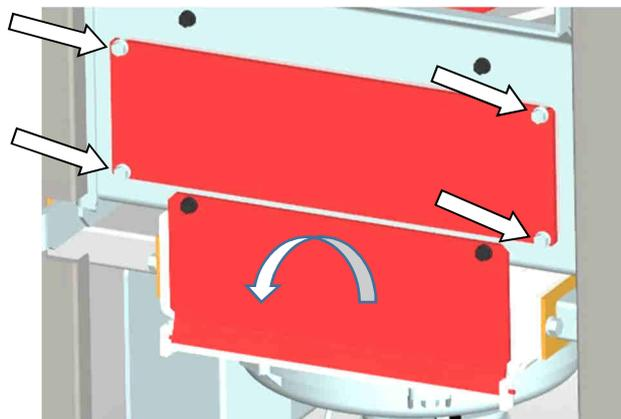

Fig. 50: démontage du couvercle de la trappe de visite
4. Desserrer les quatre vis du couvercle supérieur avant de la trappe de visite et retirer le couvercle (Fig. 50). Ouvrir le couvercle de révision inférieur vers le bas et le décrocher si nécessaire (Fig. 50). Lors du remontage, veiller à la position correcte des joints d'étanchéité.